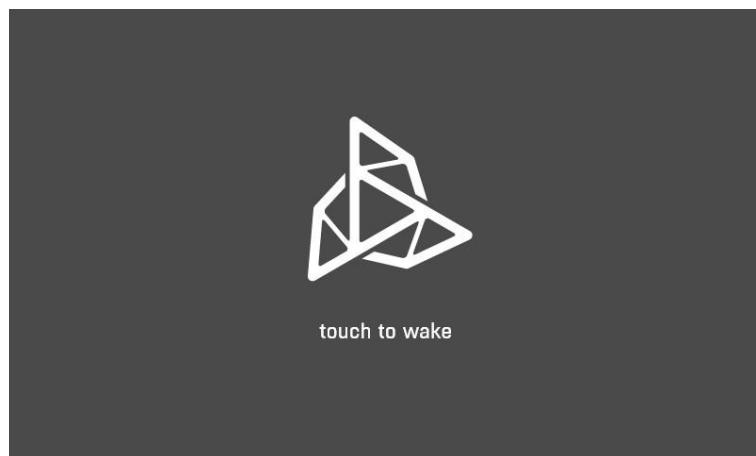

Рис. 52. Хранитель экрана/экран в спящем режиме
**<Screen saver time>** (Время активации хранителя экрана) – используется для настройки времени активации хранителя экрана (рис. 52).